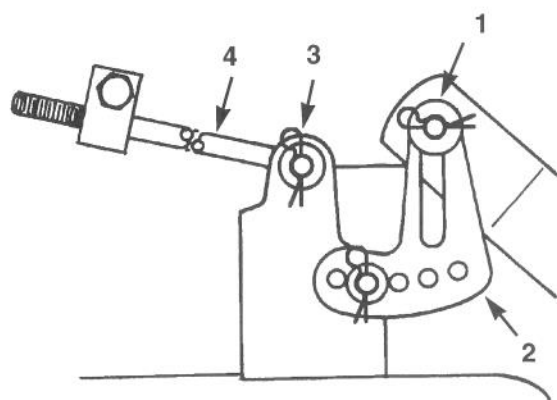

Bild 41
8. Splint und Unterlegscheibe am oberen der Mähwerkausgleichsprofile entfernen (Bild 41). Jetzt das Profil vom Befestigungsstift abziehen. Diesen Schritt für die gegenüberliegende Seite des Mähwerks wiederholen.
9. Splint und Unterlegscheibe vom langen Gestänge entfernen (Bild 41). Jetzt das Gestänge aus dem Mähwerkprofil entfernen. Diesen Schritt an der gegenüberliegenden Mähwerkseite wiederholen.